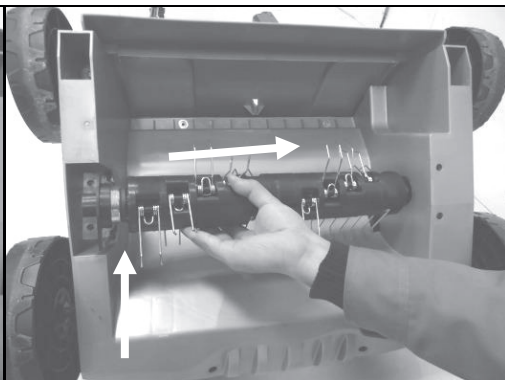

Рис.5D
1. Установите новый ролик в направлении, указанном стрелкой, на привод с квадратным концом и вдавите в держатель (рис.5С/ рис.5D).